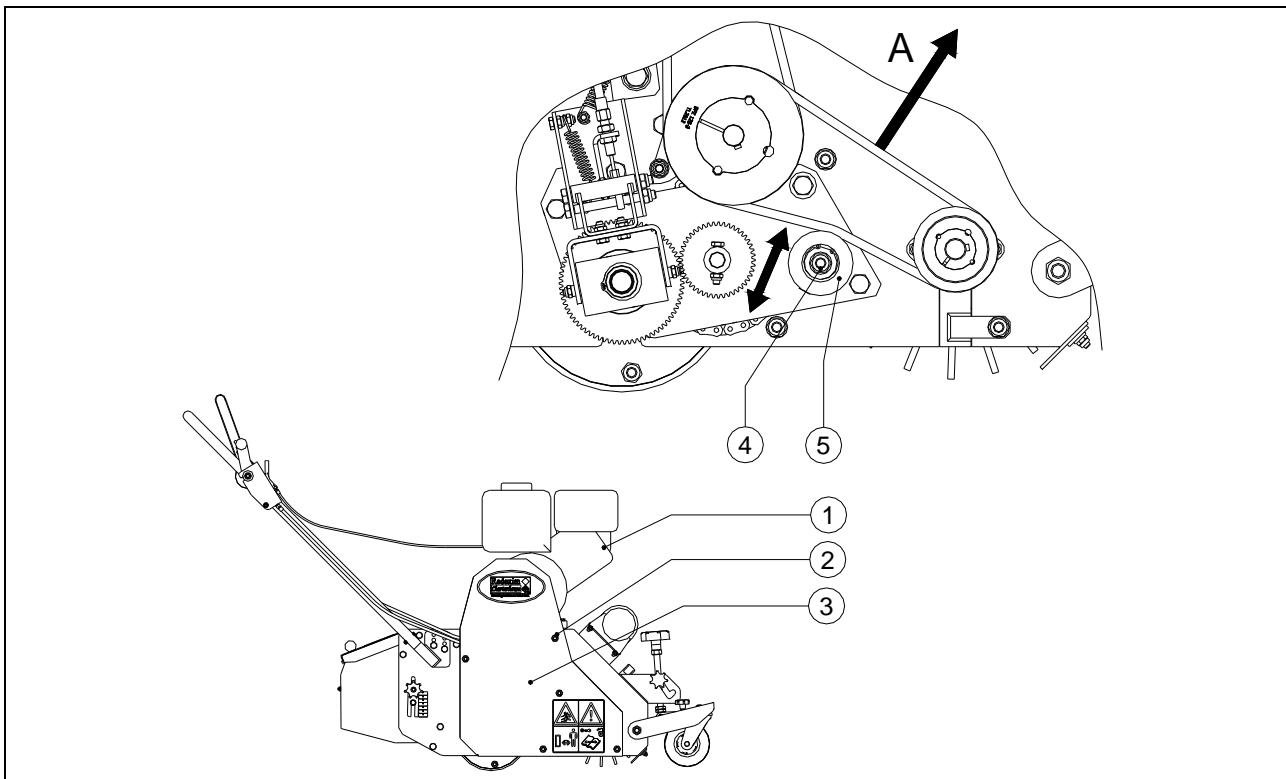

Abb. 17
1. Spannrolle zum Antrieb der Bürste (siehe Abb. 17)
Spannrolle zum Antrieb der Bürste (Siehe Abb. 17)